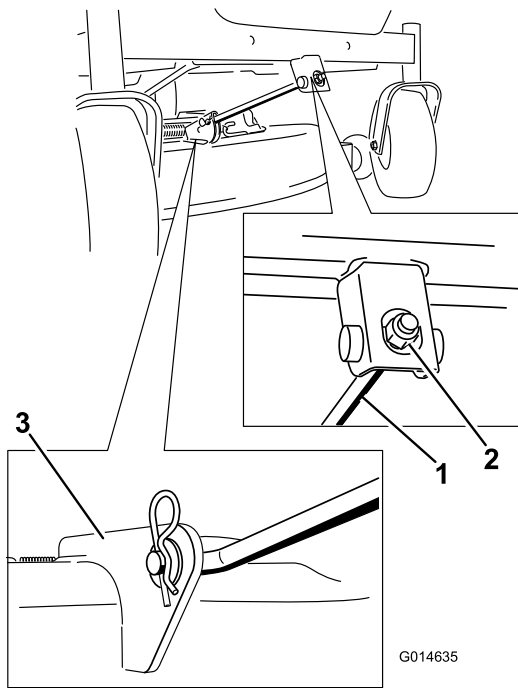

Figure 55
4. Retirez la goupille fendue de la tige de support avant et déposez la tige du support de plateau (Figure 55). Abaissez doucement l'avant du plateau de coupe au sol.
- Fixez la tige de support avant au plateau de coupe à l'aide de l'axe de chape et de la goupille fendue (Figure 55).